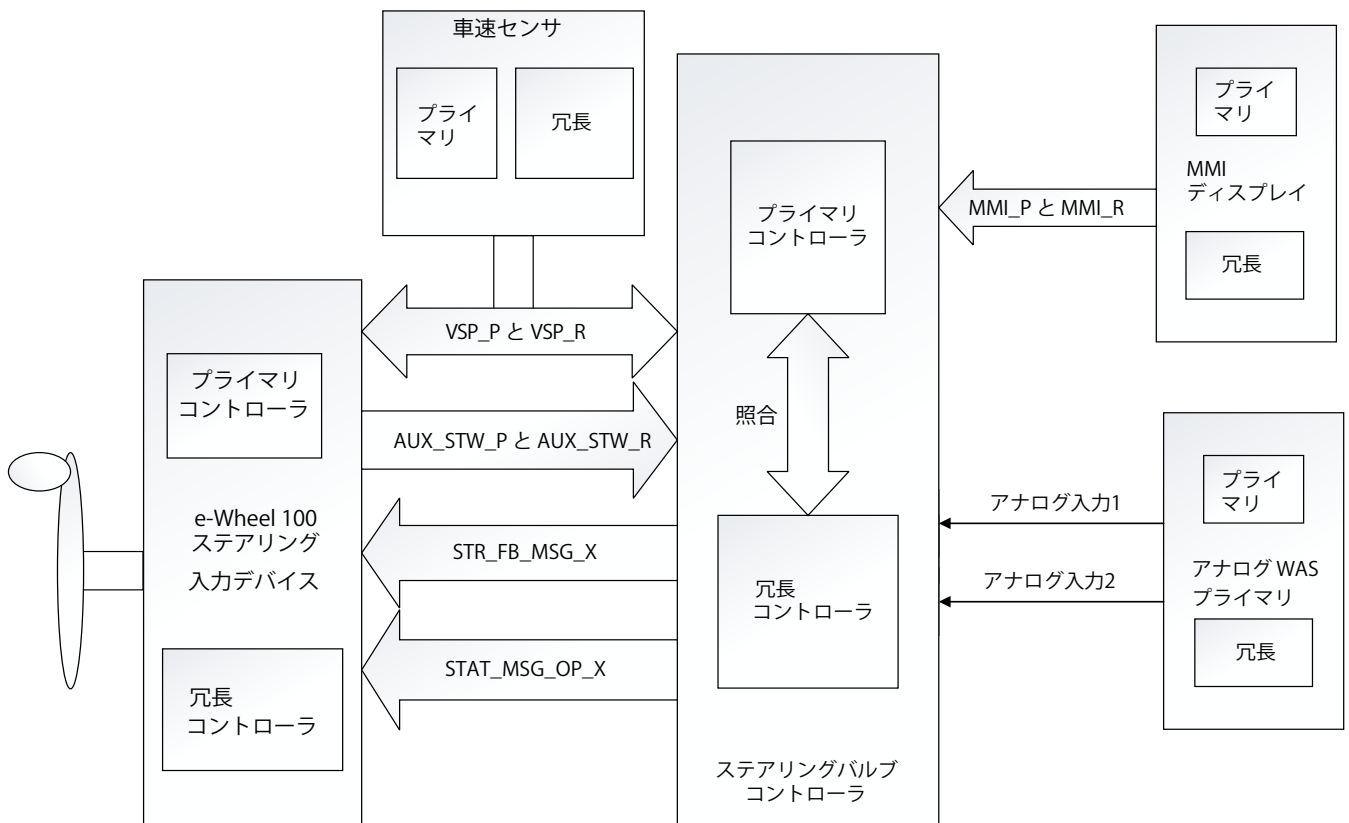
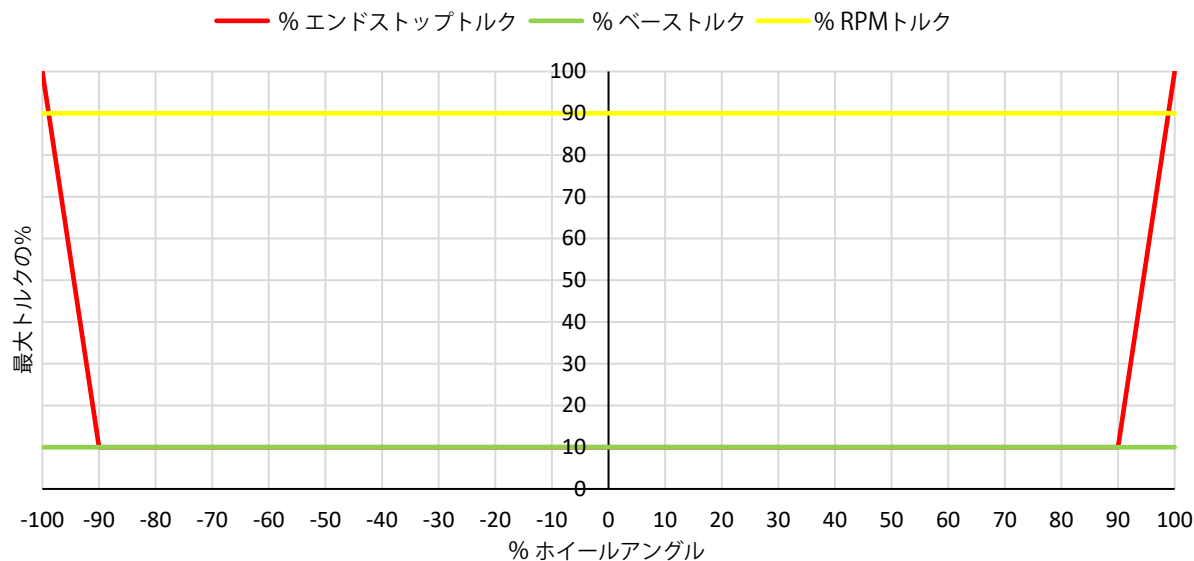
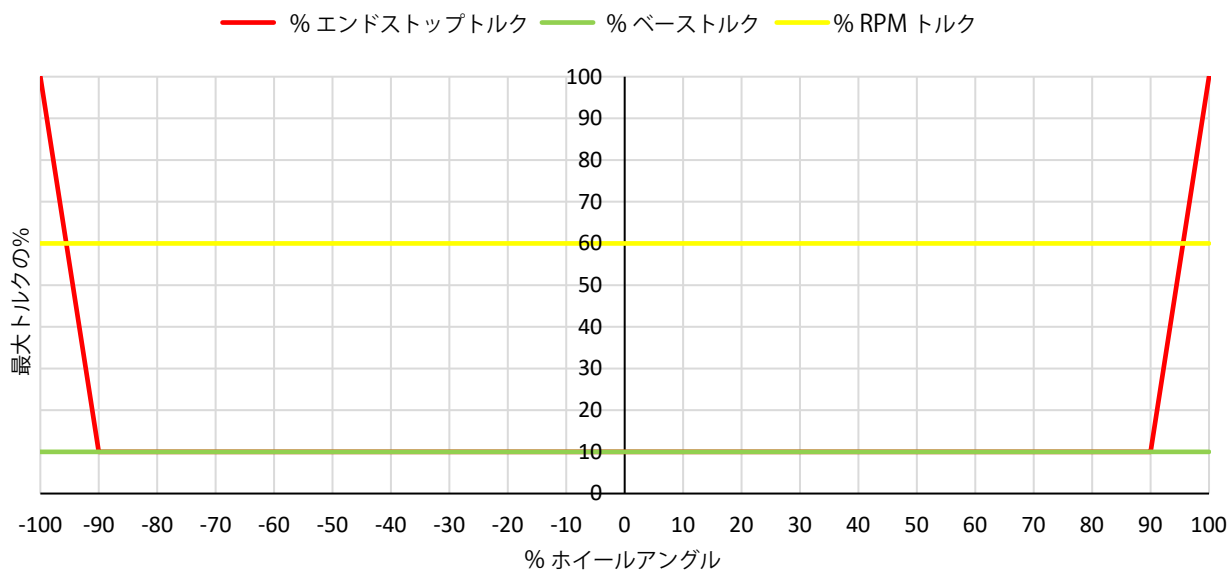

図4 ステアリングバルブコントローラを備えたe-Wheelのブロック図
図5 5Nmに対するトルク制御アルゴリズム
図6 2Nmに対するトルク制御アルゴリズム
各コンポーネントからの関連メッセージを含むステアリングシステム内の e-Wheelとステアリングコントローラ間の操作は、図4に簡略化されています。e-Wheelの主な目的に関しては、ステアリング入力(ステアリング角度とステアリング速度)を与えることです。一方、ステアリングコントローラは、ステアリングサブシステム内のすべてのコンポーネントから入手可能なデータに基づいてステアリング応答を定義します。図4の各コンポーネントからのメッセージはPVED-CLS 通信プロトコルに従っており、それぞれの注釈で指定されています。
e-Wheelの制御アルゴリズムは、図5および図6に示すトルク値を備えた標準バージョンとして提供されます。
上の図5と図6では、それぞれ次のとおりです。
- 図5は、最大操作トルクの100%として5Nmを使用するe-Wheelの場合を表し、図6は、最大操作トルクの100%として2Nmのホイールを表します。
許容RPMに応じて、ステアリングコントローラからの対応するステアリングロックtoロックレシオで決まります。図5に示すように、5Nmの最大RPMトルクは最大動作トルクの90%として定義されます。一方、図6は、2NmのRPMトルクが最大動作トルクの60%として定義されていることを示しています。
ホイールアングルセンサはステアリングコントローラとのフィードバックループを閉じ、車両ホイールのステアリングコマンドとの一致を保証します。操作中、ステアリングコントローラは、推定されたホイールアングル値をCANバス経由でe-Wheelにフィードバックメッセージとして送信します(図4を参照)。このメッセージに基づいて、e-Wheelはホイールアングル値を検出し、トルクカフィードバックを決定します。図5と図6に示すように、エンドストップ制御アルゴリズムはホイールアングル90%から100%まで直線的に増加し、ホイールアングル100%で最大動作トルク(選択したe-Wheelオプションに基づいて5Nmまたは2Nmのトルク)を提供します。したがってオペレータは、車両の車輪が最大ホイールアングル制限に達すると、エンドストップトルクフィードバックを実現します。
エンドストップ条件を除く通常のステアリングのバックグラウンドトルクがベーストルク制御です。このトルクは図5と図6に示すように、最大操作トルクの10%として、さまざまなホイールアングルでのステアリング全体にわたってスムーズかつ持続的です。